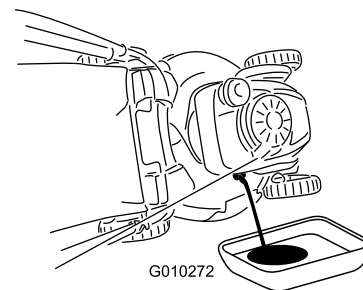

Bild 40
4. Kippen Sie den Rasenmäher seitlich (Luftfilter nach oben), um das Altöl über den Öleinfüllstutzen abzulassen (Bild 40).